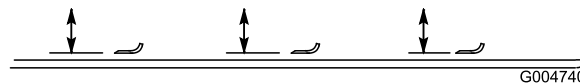

Figura 90
- Rode a lâmina até que as suas extremidades se encontrem viradas para a frente e para trás (Figura 90). Meça a distância entre o interior da unidade de corte e a parte cortante na zona dianteira da lâmina. Anote esta medida.